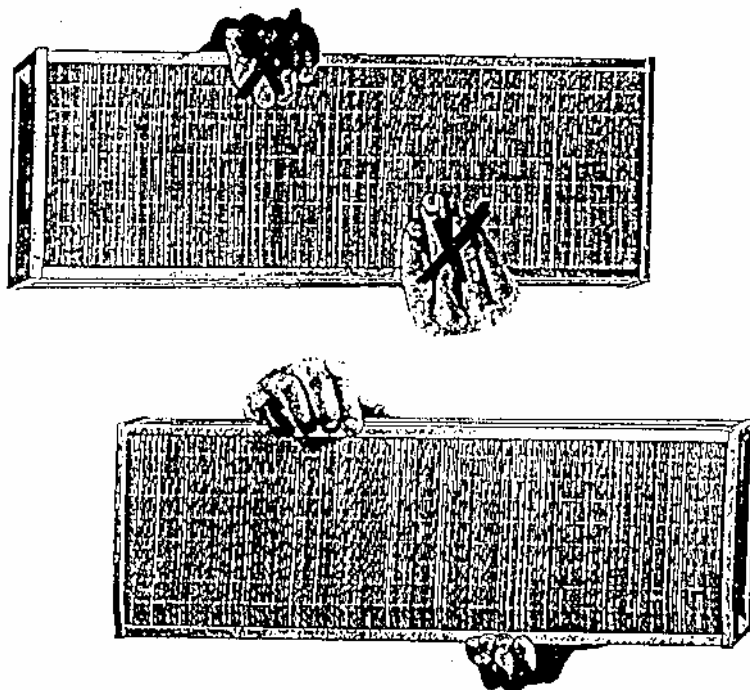

Fig 4 : Transport des filtres :
*Sortir les filtres de leur emballage en veillant à ne pas toucher au média-filtrant, (figure 4)